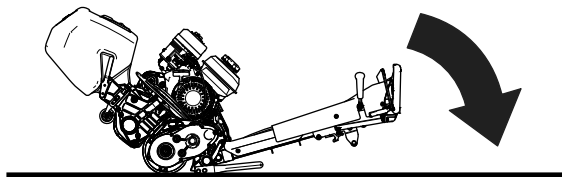

図 4
1. トラクションユニットのハンドルを操作してカッティングユニットを床まで下降させる 図 4。